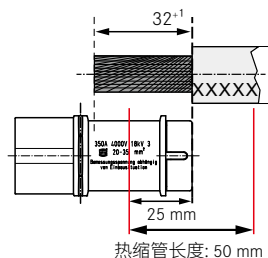

图 IV-9: Han® HC Modular 350 的电缆和插针上的热缩管组件
- ① 根据图 IV-9 和 IV-10 对线缆剥皮，使剥去的绞线能完全插入插针。
- ② 按照线规规定的力矩连接电缆 (参见表 IV-2, p. 32-35)：
- ③ 如图 IV-9 和 IV-10 (红线!) 所示，将热缩管拉到插针上方，并进行收缩。